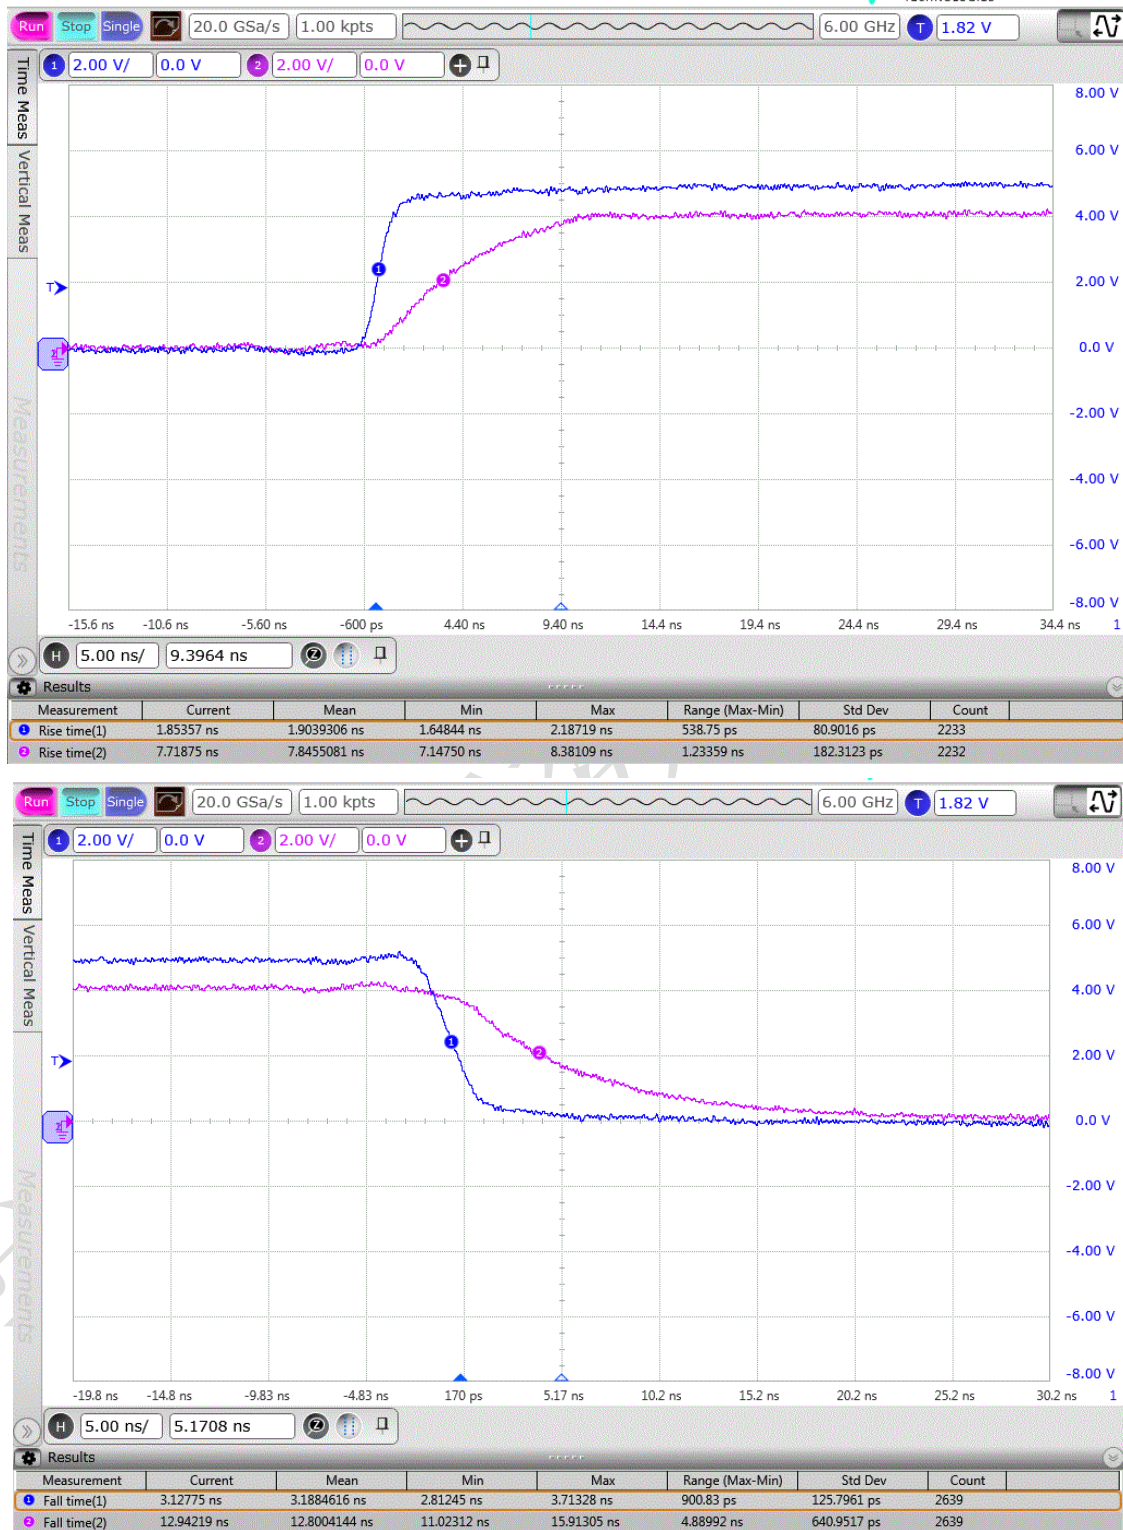

图 2-4-4 : 5V 输入驱动 ELF 器件接收端波形 @ $R=330\ \Omega$
在输入信号频率为 800KHz 条件下，箝位通路分别串接不同阻值电阻，在 ELF 接收端测量波形如图 2-4-4 ~图 2-4-6 所示。
- 串接电阻  $R=330\ \Omega$ ，上升时间为  $7.8\text{ns}$ ，下降时间为  $12\text{ns}$ ，见图 2-4-4